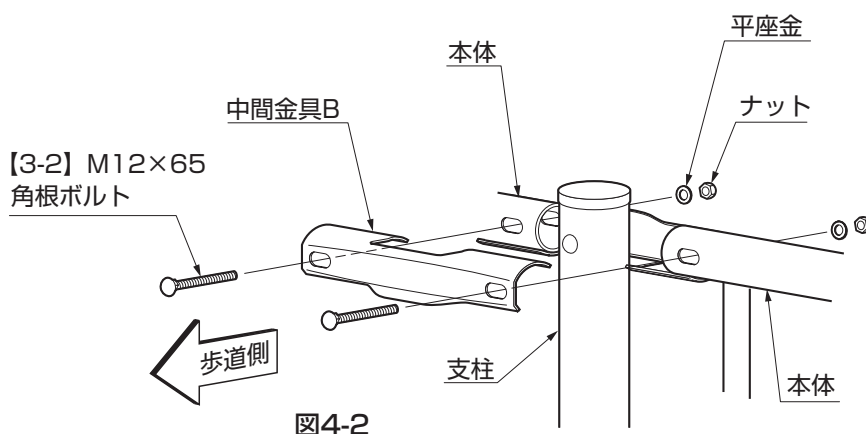

図4-2
②本体を中間金具Aにのせてください。(図4-2参照)
③中間金具Bを本体に、【3-2】で固定してください。(図4-2参照)